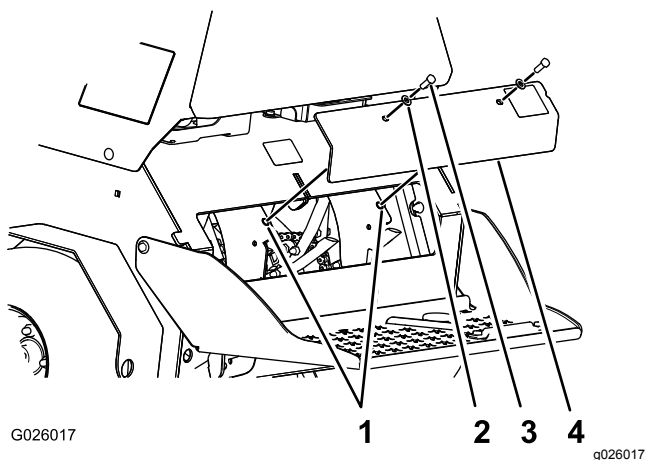

Figura 44
3. Retire los 2 pernos ($\frac{3}{8}$ " x 1") y las 2 arandelas ($\frac{3}{8}$ ") que sujetan el panel de la cubierta trasera al chasis, y retire el panel (Figura 44).
6. Alinee los orificios del panel de la cubierta trasera con los orificios del chasis (Figura 44).
7. Sujete el panel de la cubierta al chasis con los 2 pernos y las 2 arandelas (Figura 44) que retiró en el paso 3, y apriete los pernos a 37-45 N·m (27-33 pulgadas-libra).